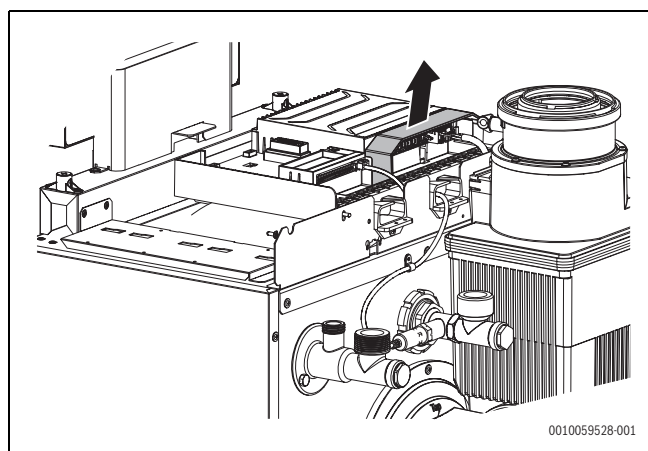

Bild 38 Schutzabdeckung der Anschlüsse
- ▶ Gegebenenfalls Schutzabdeckung abnehmen (→ Bild 38).